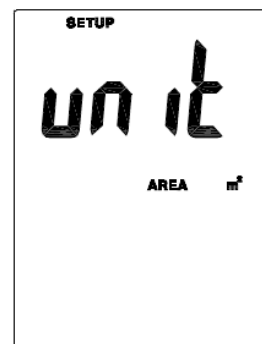

Fig.2
1. Kada termometar u postavkama, pritisnite  ili  za pomicanje kroz opcije jedinica područja (fig 2).